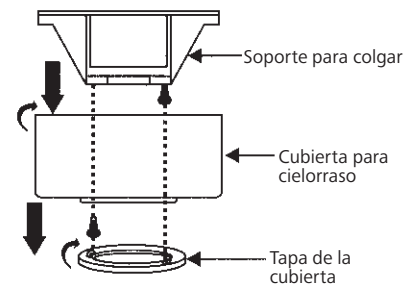

Fig. 5
**Paso 1.** Retire la tapa inferior de la cubierta decorativa haciéndola girar en sentido antihorario. (Fig. 5)
**Paso 2.** Retire el soporte de montaje para cielorraso de la cubierta quitando uno de los dos tornillos (que debe guardarse). Afloje media vuelta el otro tornillo. (Fig. 5)